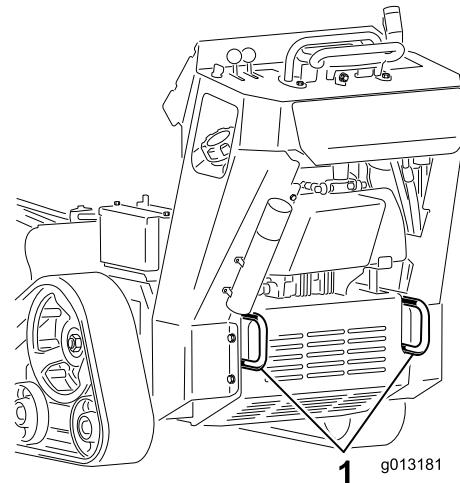

Figura 24
3. Sujete la máquina al remolque con cadenas o correas usando los puntos de amarre/izado situados en la parte delantera y trasera de la máquina (Figura 23 y Figura 24). Consulte en la normativa local los requisitos aplicables al remolque y al sistema de amarre.
Puede izar la máquina usando los puntos de amarre/izado (Figura 23 y Figura 24).